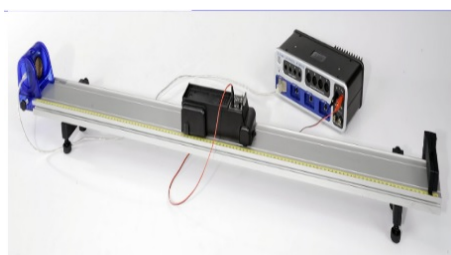

Figura 8.1: Medición de posición del carro motorizado.
1. Armar la pista con las bases y el parachoques como se muestra en la Figura 8.1. Conectar el sensor de movimiento a la pista y conectarlo al 850. Verificar que el interruptor de rango esté en el icono de carro.